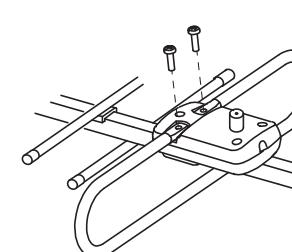

Рис.3
2. Установите петлевой вибратор в пазы монтажной коробки и закрепите винтами. (см. рис. 3).